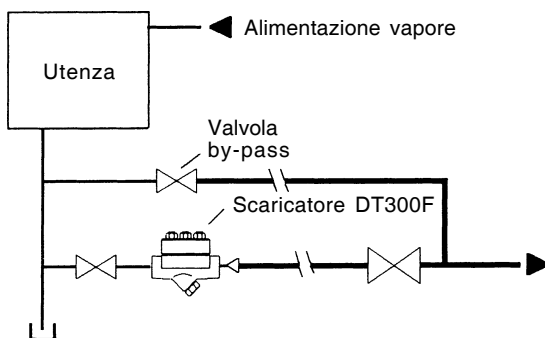

Fig. 1 - Drenaggio di utenza con scarico convogliato
- 3.6** Se è richiesto il funzionamento continuo dell'utenza e/o per agevolare la manutenzione, prevedere una valvola di intercettazione a monte, una a valle ed una di by-pass (vedi fig.1).